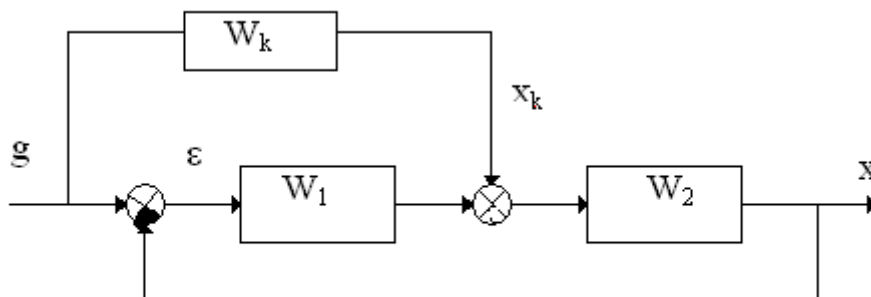

Рис.12.2.
Рассмотрим пример комбинированной следящей системы, инвариантной относительно задающего воздействия  $g$  (рис.12.2.).
5. Загрузить лабораторную работу (схема 12.2.). Схема идентична рис.12.2., причем: